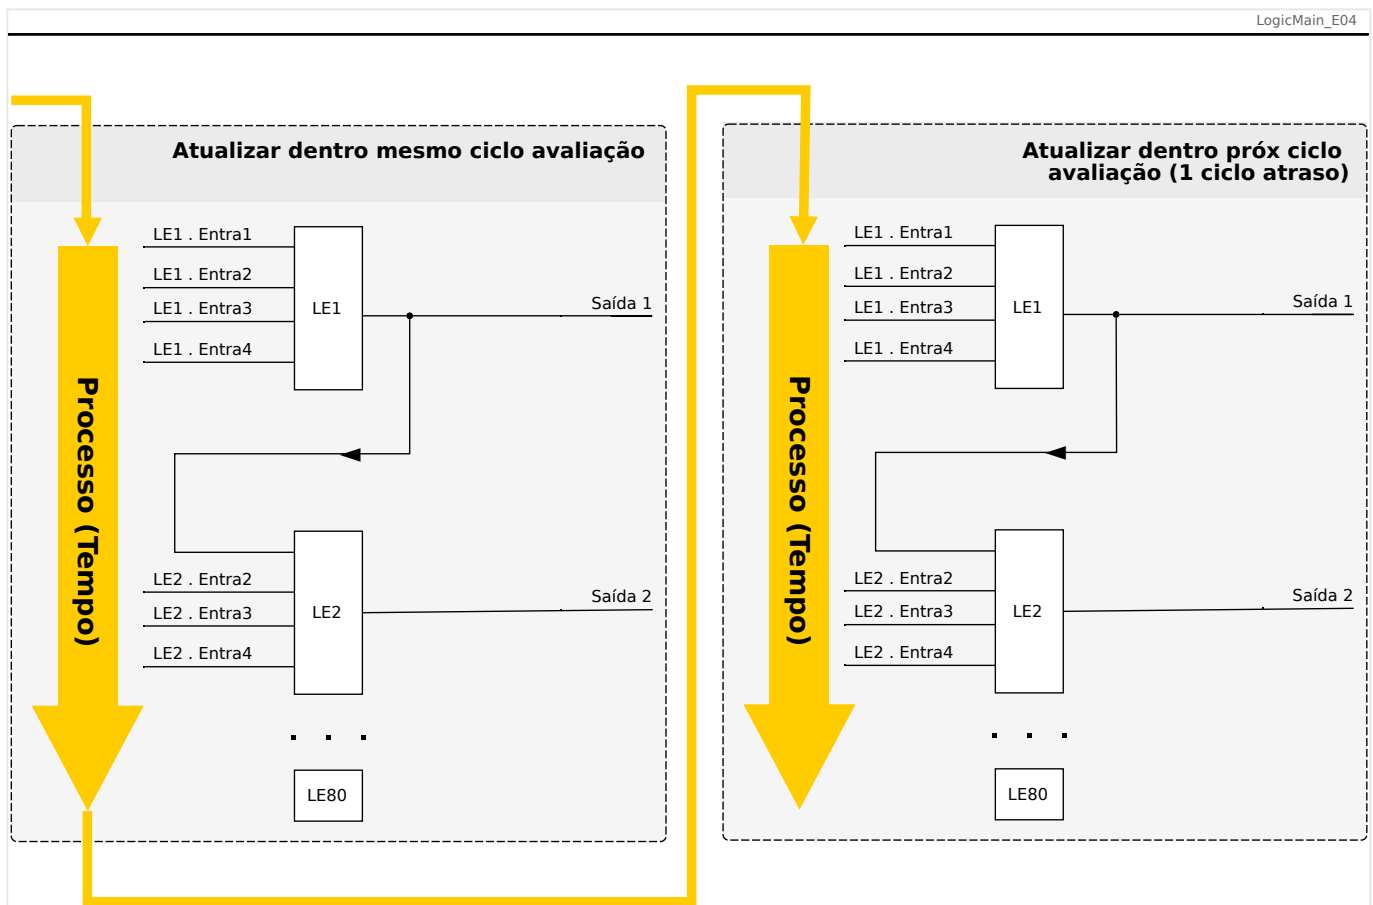
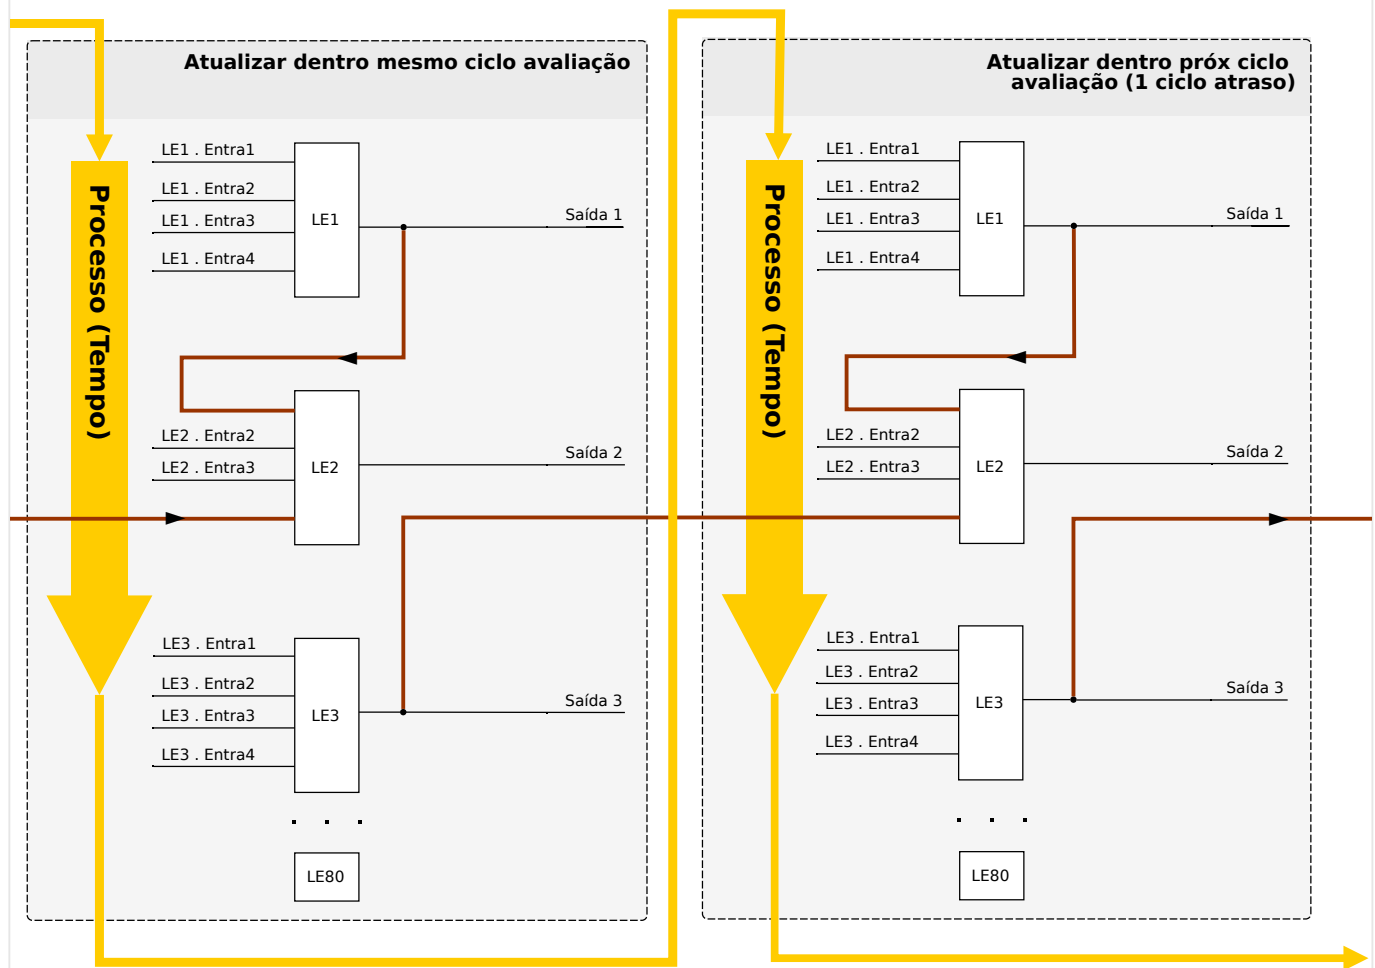

Fig. 149: Em cascata crescente.
Fig. 150: Em cascata decrescente.
- Sequência **ascendente** significa que alguma saída é alimentada na entrada de uma equação lógica com o número **mais alto**. Por exemplo, o diagrama  Fig. 149 abaixo mostra um exemplo em que o resultado da Equação Lógica LE1 é usado como uma entrada da Equação Lógica LE2.
- Sequência **descendente** significa que alguma saída é alimentada na entrada de uma equação lógica com o número **mais baixo**. Por exemplo, o diagrama  Fig. 150 mostra um exemplo em que o resultado da Equação Lógica LE3 é usado como uma entrada da Equação Lógica LE2.
Tanto a sequência ascendente como a descendente podem ser usadas e combinadas entre si, sem diferença imediata. Contudo, devido à avaliação de todas as equações em ordem ascendente, os valores de tempo de execução reais que são alimentados na entrada de uma equação terão uma “idade” diferente, como mostrado em  Fig. 149 e  Fig. 150 abaixo.
No exemplo mostrado em  Fig. 150 acima, a “Equação Lógica 2” usa os estados de saída de duas outras equações, “Equação Lógica 1” e “Equação Lógica 3”. O resultado da “Equação Lógica 1” é usado em ordem ascendente e, portanto, foi avaliado dentro do mesmo ciclo do processo. O resultado da “Equação Lógica 3” é usado em ordem descendente e, portanto, foi avaliado dentro do ciclo de processo anterior.